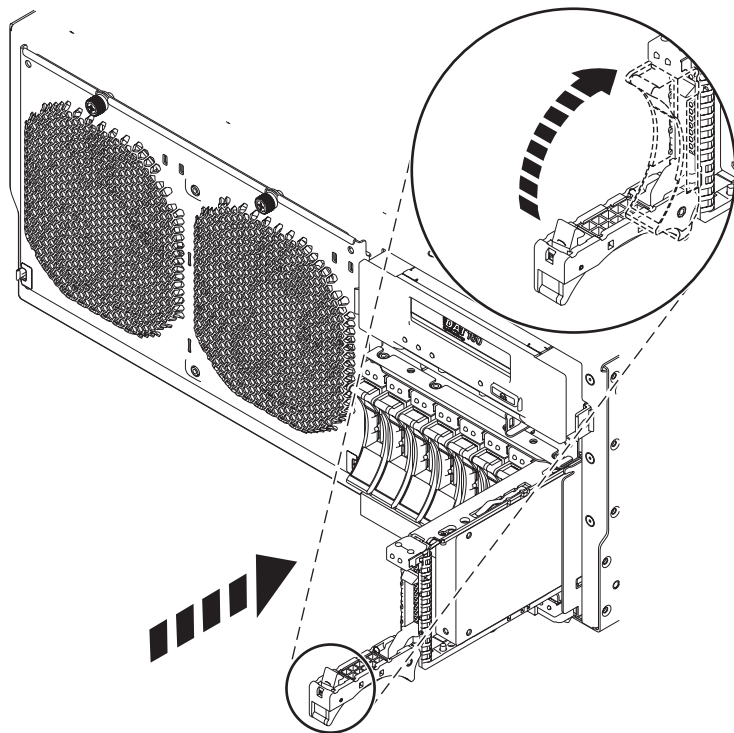

Figure 5. Installation de l'unité de disque dans l'unité centrale
7. Lorsque le voyant d'identification clignote, faites glisser complètement l'unité dans l'unité centrale ou l'unité d'extension, et poussez complètement la poignée (**A**) de l'unité jusqu'à ce qu'elle se verrouille, comme indiqué à la figure 5, à la page 13.